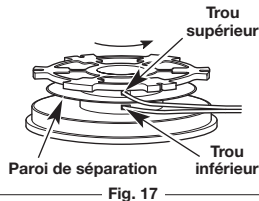

Fig. 17
2. En utilisant une seule extrémité séparée, insérez un fil dans le trou supérieur et l'autre fil dans le trou inférieur du moulinet intérieur (Fig. 17).